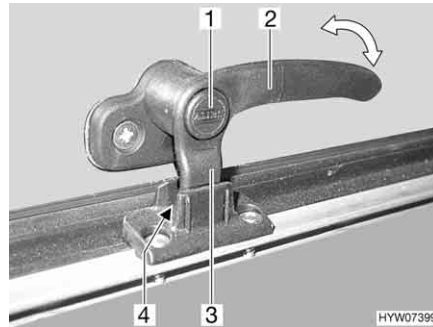
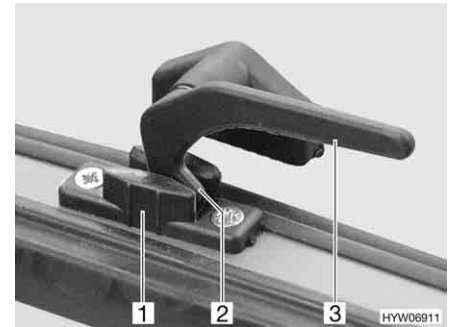

Fig. 59 Palanca de bloqueo con botón de seguridad en la posición de "ventilación continua"
Fig. 60 Palanca de bloqueo en la posición de "ventilación continua"
- En la posición "ventilación continua" (Fig. 59 y Fig. 60)
- Si existe, pulsar el botón de seguridad (Fig. 59,1) y mantenerlo pulsado.
- Girar la palanca de bloqueo (Fig. 59,2 ó Fig. 60,3) un cuarto de vuelta hacia la mitad de la ventana.
- Girar de nuevo hacia atrás la palanca de bloqueo. El saliente de bloqueo (Fig. 59,3 ó Fig. 60,2) de la palanca de bloqueo se ha de introducir para ello en el rebaje del bloqueo de la ventana (Fig. 59,4 ó Fig. 60,1).
- Si existe, soltar el botón de seguridad (Fig. 59,1).